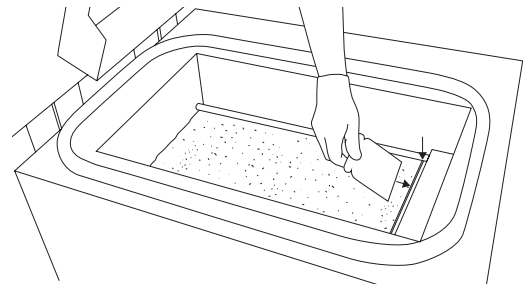

Abbildung 47. Pulver aus PRINT Bed entfernen und in OVERFLOW BIN verschieben.
13. Reinigen Sie das PRINT Bed, einschließlich seiner Umgebung gründlich von verbleibendem ungesintertem Pulver. Schütten Sie es durch die Spalte in die OVERFLOW BIN. Verwenden Sie dazu Spatel und Pinsel (Abbildung 47).